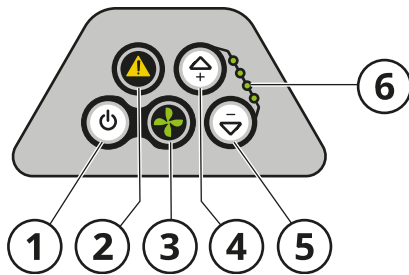

Fig. 19
Siehe **Fig. 19**.
Der Ventilator wird mit dem Start-/Stopp-Schalter (1, **Fig. 19**) gestartet bzw. gestoppt, der Betrieb mit der Betriebsanzeige (3) angezeigt. Zur Einstellung des Luftstroms dienen die Tasten „Erhöhen“ und „Reduzieren“ (4 & 5). Der gewählte Luftstrom wird mithilfe einer LED-Leiste (6) angezeigt.